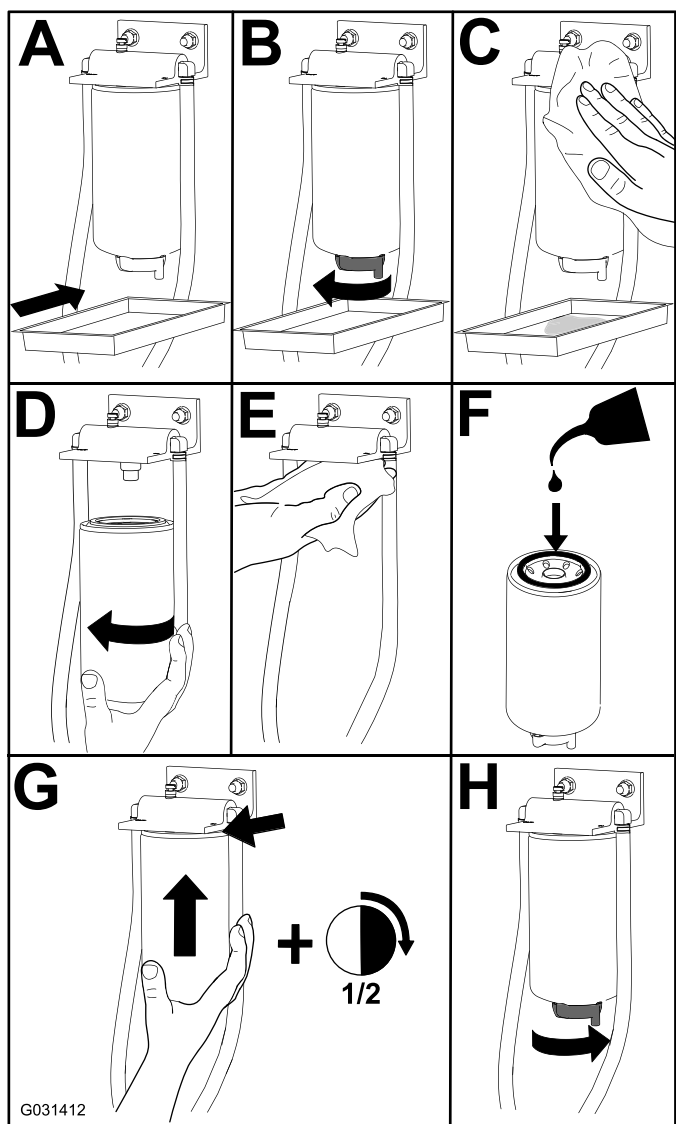

Figura 100
1. Sustituya el filtro tal y como se muestra en la Figura 100.